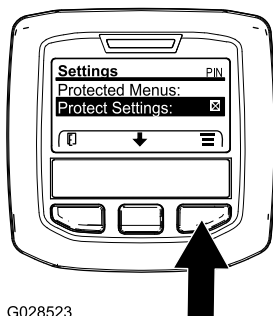

Bild 44
1. Greifen Sie auf die geschützten Menüs zu und entsperren Sie das Untermenü „geschützte Einstellungen“ (Bild 44), siehe Zugreifen auf die geschützten Menüs \(Seite 36\).